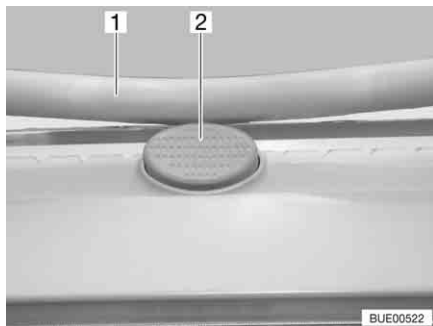

Fig. 20 Bottone di sicurezza (oblò inclinabile)
- Premere il bottone di sicurezza (Fig. 20,2) e tirare verso il basso la staffa (Fig. 20,1) con entrambe le mani.
- Premere la staffa verso l'alto con ambedue le mani, finché la staffa non poggia al di sopra del bottone di sicurezza (Fig. 20,2).